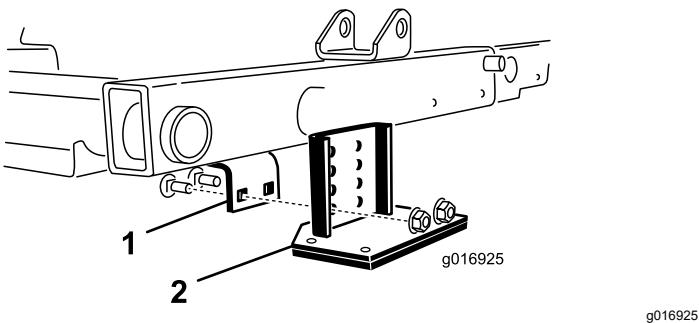

Bild 38
2. Finden Sie die Rahmenhalterung über dem mittleren Mähwerk (Bild 38).
3. Drücken Sie die Frontrolle des mittleren Mähwerks nach unten und ermitteln Sie, welche Löcher in der Kipphalterung mit den Löchern in der Rahmenhalterung ausgefluchtet sein müssen, um denselben Rollenkontakt zu erhalten, wenn die Kipphalterung montiert ist (Bild 38).
4. Senken Sie die Mähwerke ab und befestigen Sie die Kipphalterung mit den im Lieferumfang des Kits enthaltenen zwei Schlossschrauben und den zwei Muttern am Rahmen (Bild 38).